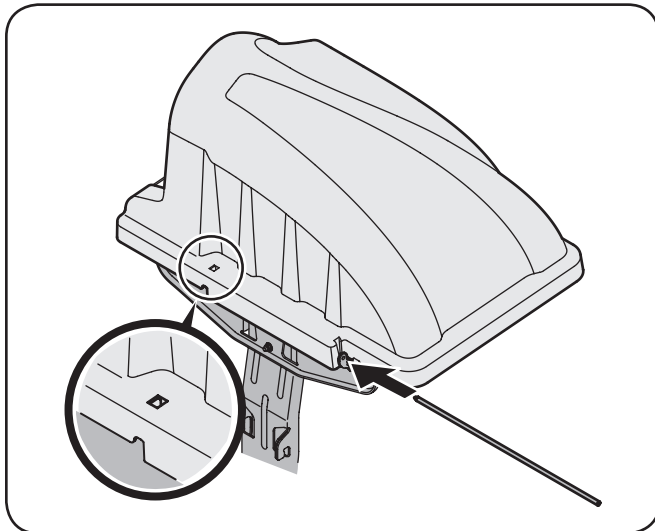
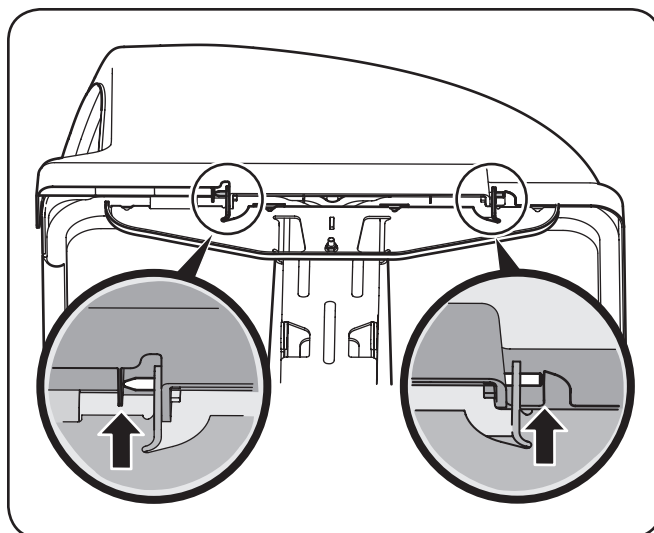

Figura 4-14
Figura 4-15
4. Deslice el pasador de bisagra en el orificio ubicado en la lengüeta de montaje, como se ve en la Figura 4-14. Use la ventana recortada (Vea el recuadro de la Figura 4-14) para alinear el pasador de bisagra del otro lado y empujarlo hasta que llegue al tope. En este punto el pasador calza en su posición y queda asegurado por una lengüeta en la tapa de la embolsadora. Consulte la Figura 4-15.